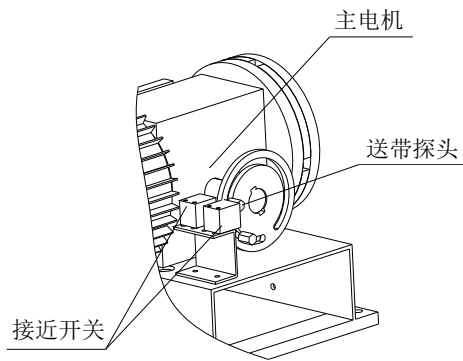

图 4-3
②.当两接近开关感应到如图 4-3 所示送带探头时，机器开始送带。